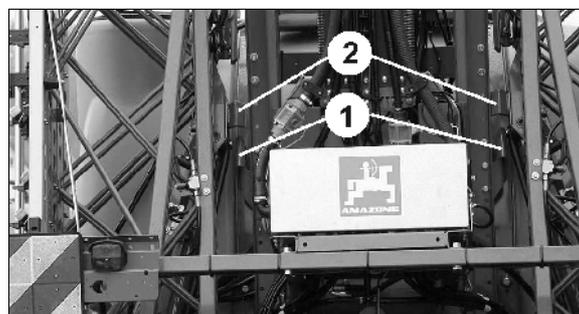

Fig. 51
2. Relevez la rampe de pulvérisation en utilisant le réglage de hauteur jusqu'à ce que les supports d'arrêt (Fig. 51 /1) libèrent les berceaux de réception (Fig. 51 /2).
Fig. 51 montre la rampe de pulvérisation déverrouillée.